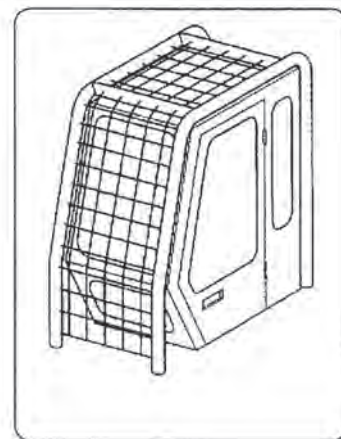

Рис. 1
• При проведении работ на высоте, могут падать фрагменты или куски материалов. Убедитесь в том, что машина, на которую установлены гидроножницы, имеет необходимые защитные механизмы для выполнения данного вида работ, а также имеет кабину с защитной конструкцией от падающих предметов (Рис. 1).